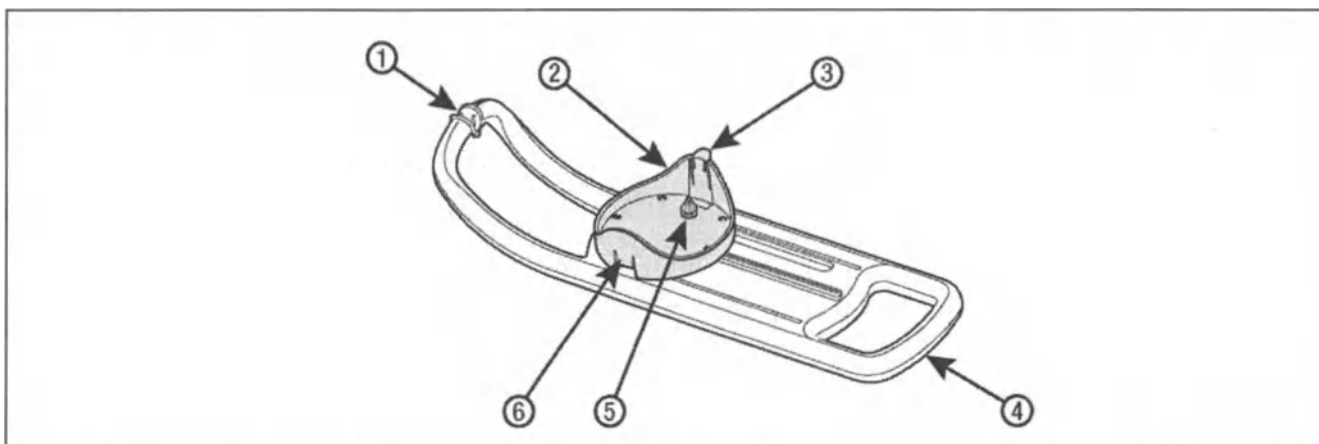
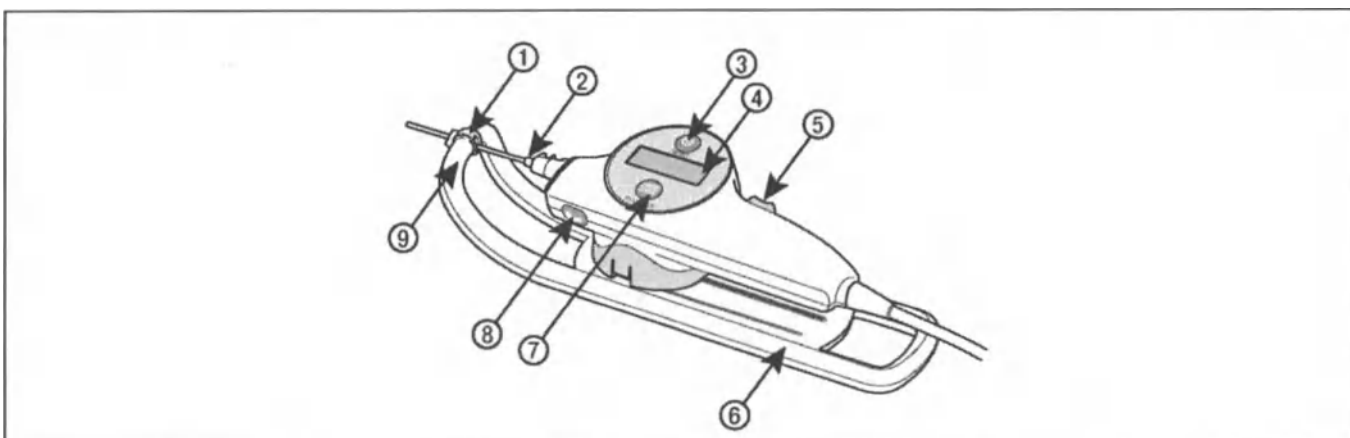

Рисунок 1.
Рисунок 2.
2. Вдавите крепежный корпус катетера в крепежную стойку, расположенную на носовой части салазок (см. Рис. 1 и 2). Действуйте с осторожностью, чтобы не повредить сердечник визуализации катетера. Нажмите на рычаг разблокировки моторного привода и сдвиньте моторный привод так, чтобы сердечник визуализации катетера находился в самом дистальном положении. Моторный привод должен находиться как можно ближе к носовой части салазок (см. Рис. 2).
системе ВСУЗИ (см. Рис. 2). Проверьте правильность визуализации катетером.
3. Поместите моторный привод и салазки в зафиксированное положение. Включите визуализацию путем нажатия на кнопку визуализации на моторном приводе (см. Рис. 2) или системе ВСУЗИ.
4. Начните возвратное движение путем нажатия на кнопку запуска/остановки возвратного движения на моторном приводе (см. Рис. 2) или системе ВСУЗИ. Сразу после начала возвратного движения произнесите "начало возвратного движения" для аудио записи.